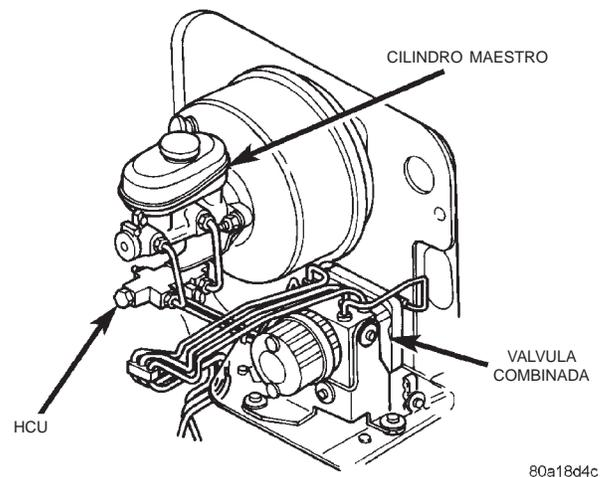
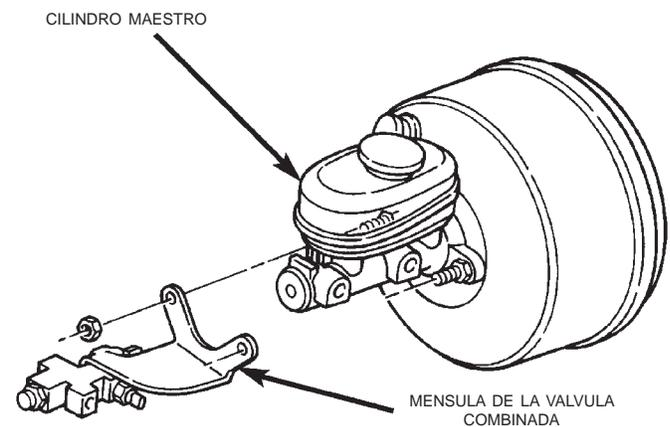

Fig. 12 Tubos de freno de la válvula combinada
Fig. 13 Ménsula de la válvula combinada
(1) Retire los tubos de freno que conectan el cilindro maestro a la válvula combinada (Fig. 12).
(2) Desconecte los tubos de frenos que conectan la válvula combinada a la HCU.
(3) Desconecte el cable del terminal del conmutador de la válvula combinada. Tenga cuidado al separar el conector del cable, ya que las lengüetas de bloqueo se dañan fácilmente si no están completamente desenganchadas.
(4) Retire las tuercas que fijan la ménsula de la válvula combinada a los espárragos del reforzador y separe la ménsula de la válvula de los espárragos (Fig. 13).